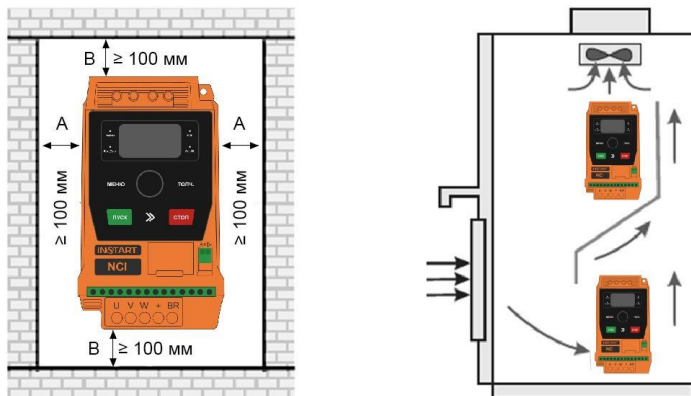

Рисунок 3.1 – Схема установки ПЧ серии NCI
- Преобразователь частоты может быть установлен только в вертикальном положении. Если в одном шкафу необходимо установить несколько ПЧ, то установку необходимо производить горизонтально в ряд. В случаях, если необходимо установить ПЧ друг над другом, требуется установить изолирующий разветвитель под углом 45 градусов, который будет полностью перекрывать зону выброса нагретого воздуха с нижестоящего ПЧ (рисунок 3.1).